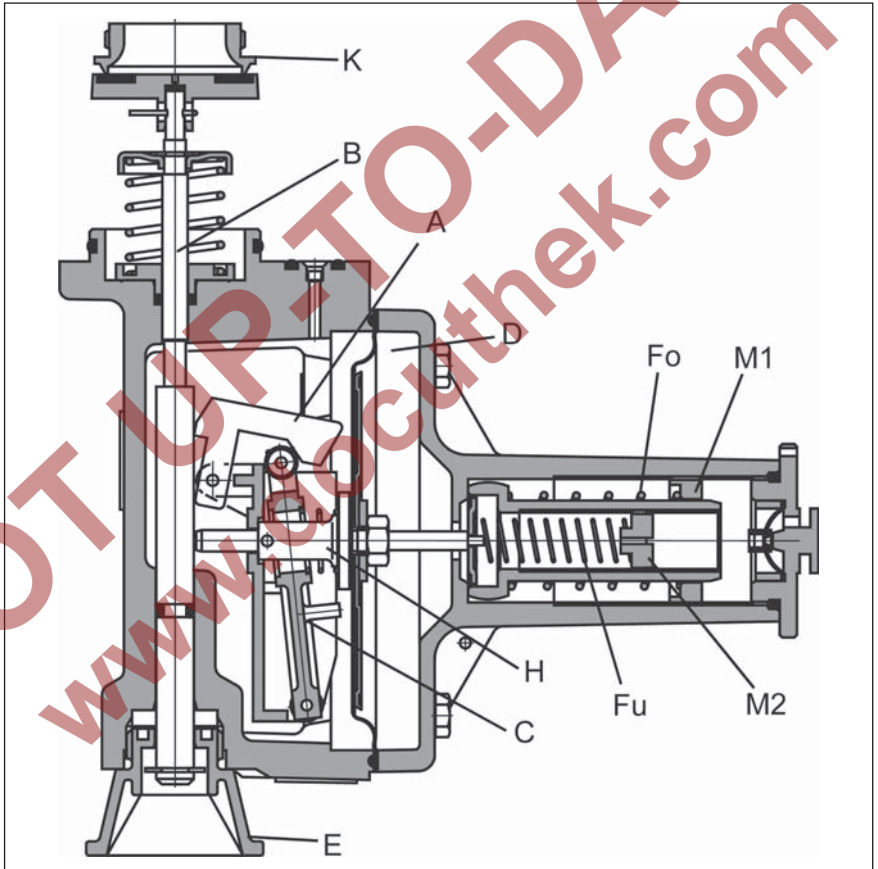

Bild 2-10, SAV - unterer Abschaltpunkt
Fällt der Ausgangsdruck p_d des Regelgerätes unter den Wert der von der kleinen Einstellfeder (F_u) vorgegebenen Kraft, so drückt diese den Membranhalter (H) mit der Schaltwippe (C) nach links, siehe Bild 2-10. Der Schalthebel (A) klinkt aus und gibt die vorgespannte Sperrfeder an der Ventilspindel frei. Der Ventilteller verschließt den Eingang (K) des Gas-Druckregelgerätes.